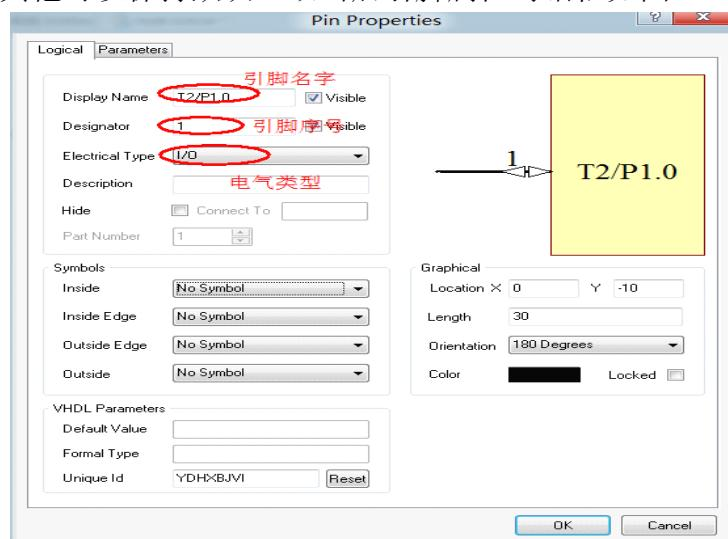

图 6-6.17 引脚属性对话框
**Step7:** 编辑引脚属性，根据 STC8C51 芯片的引脚资料，对引脚的名称、编号、电气类型等进行修改。VCC、GND 电气类型为 Power，单片机 I/O 口电气类型为 I/O，其他可以保持默认。双击后引脚属性对话框如图 6-6.17 所示。